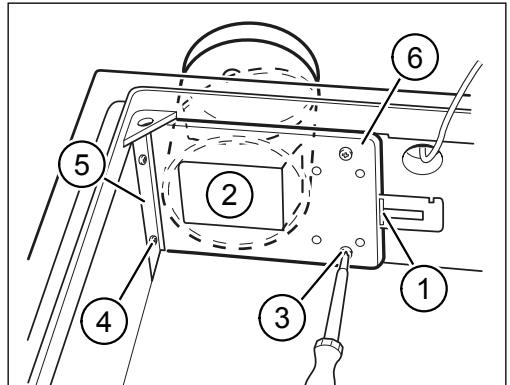

Abb. 18: Brandschutzklappe ausbauen
- ▶ Drücken Sie den Schieber am Schmelzlot (Pos. 1 in Abb. 18) mit einem Schlitzschraubendreher nach rechts und entfernen Sie das Schmelzlot.
- ▶ Schließen Sie die Klappe (Pos. 2 in Abb. 18).
- ▶ Entfernen Sie die zwei Kreuzschlitzschrauben (Pos. 3 in Abb. 18).
- ▶ Lockern Sie die beiden Kreuzschlitzschrauben (Pos. 4 in Abb. 18) am Haltewinkel (Pos. 5 in Abb. 18).
- ▶ Ziehen Sie die Brandschutzklappe (Pos. 6 in Abb. 18) aus dem Haltewinkel und entfernen Sie die Brandschutzklappe.